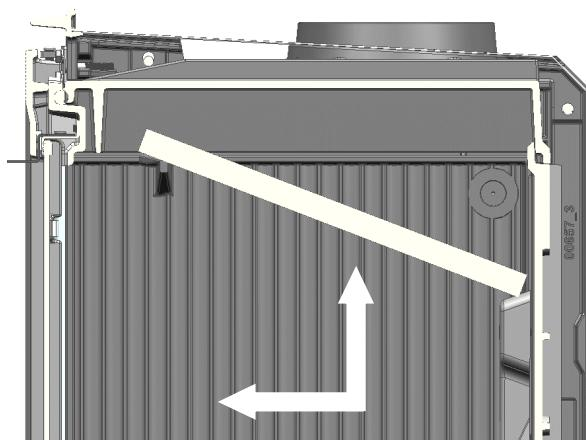

Fig. 1
1. Deslizar la placa deflectora hacia delante y hacia arriba hasta sacar los pivotes de los laterales de los alojamientos del propio deflecto (Fig.1)